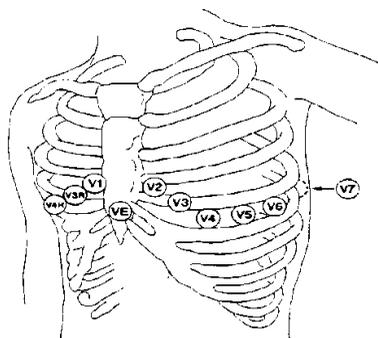

Fig. 10-3 Position de montage des électrodes thoraciques à cinq dérivations
Électrodes marron / blanc (la poitrine) - placés sur la paroi thoracique comme montré à la Fig. 10-3
Pour la configuration de l'électrode à cinq dérivation, régler l'électrode conductrice de la poitrine (V) à l'un des emplacements suivants (Fig. 10-3) :